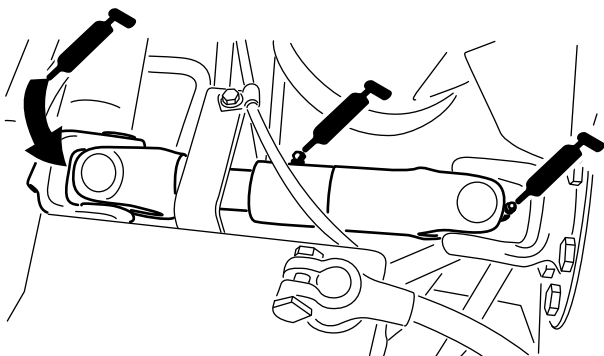

Figura 38
- Junta em U do veio de acionamento da bomba (3) (Figura 38)